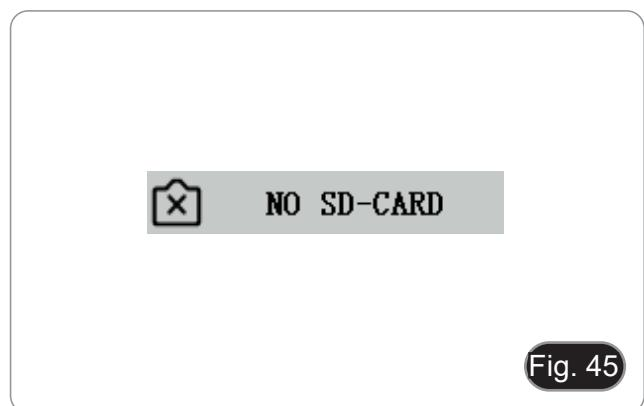

Fig. 45
1. Ao premir o botão de pressão, gravar vídeos, tirar fotografias a uma hora fixa, ou entrar no menu de gestão de cartões SD, será exibido “NO SD-CARD” (Fig. 45). Por favor insira o cartão SD com sistema de arquivo FAT32 na ranhura do cartão SD no lado direito da câmara, e depois realize as operações correspondentes.